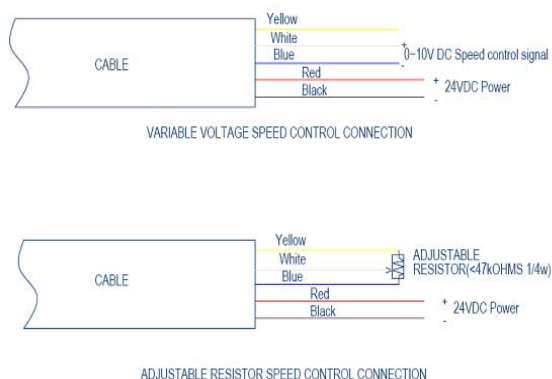

Figure 4 Branchement de régulateur de vitesse réglable
- ☐ Branchez le blanc sur le positif, et le bleu sur le négatif (Figure 4).